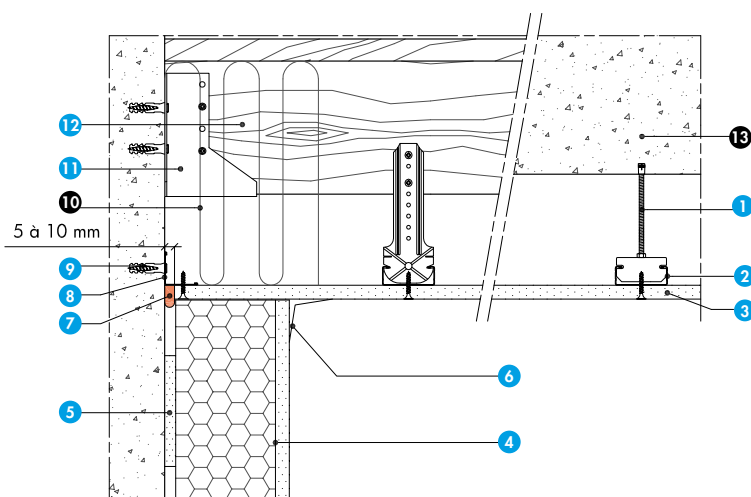

Fig. 3a : Étanchéité à l'air de la jonction plafonds/support/doublage
- Les dispositions sont similaires dans les cas sous plancher bois, sous plancher béton et si la distance entre la première suspente et le parement du doublage est ≤ 100 mm. Dans ces cas on réalise l'étanchéité à l'air entre le plafond et le mur support par mise en place d'un bourrage avec du mortier adhésif et un enduit + bande. La jonction plafond parement du doublage sera traitée par enduit + bande (fig. 3a et 3b).
Nomenclature de la figure 3a